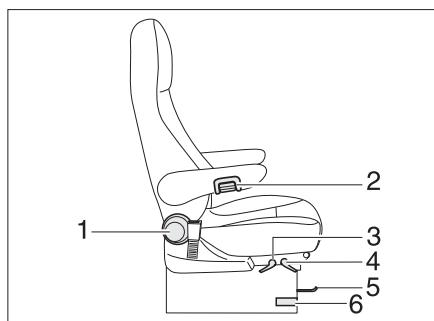

Fig. 19 Asiento del conductor y del acompañante
- Girar la rueda moleteada (Fig. 19,2) en sentido contrario a las agujas del reloj (visto desde delante). Por ello se suelta el bloqueo del reposabrazos.
- Tirar del asidero (Fig. 19,1). El asiento se puede desplazar hacia detrás o hacia delante.
- Girar el mando moleteado (Fig. 19,4). Se puede cambiar la inclinación del respaldo.
- Tirar de la palanca (Fig. 19,4) hacia arriba. La inclinación de la superficie del asiento y el respaldo pueden ajustarse.
- Tirar de la palanca (Fig. 19,3) hacia arriba.